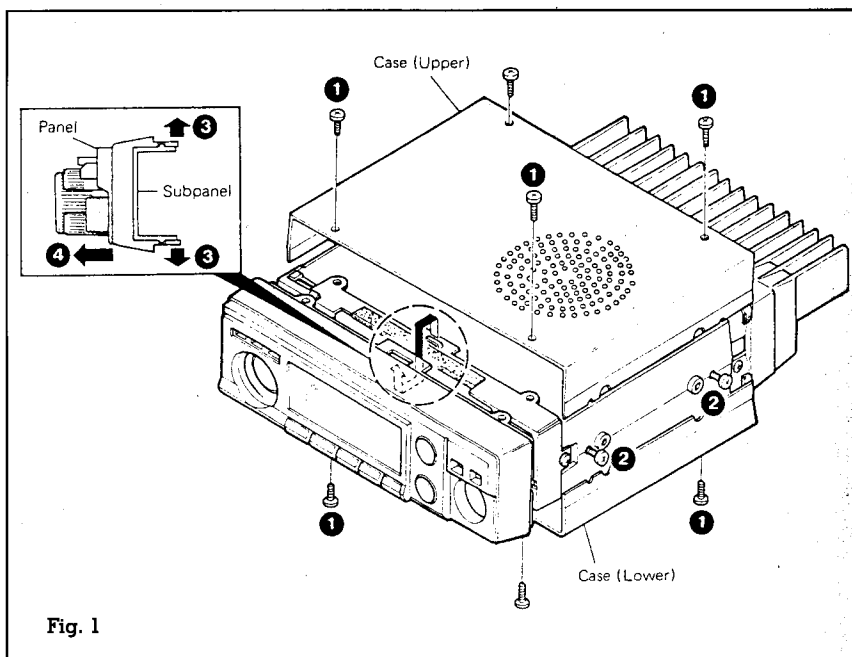

Fig. 1
Molto facilmente la batteria di backup al litio è esaurita (o potrà esaurirsi). Disassembliamo il frontale in modo da raggiungerla e sostituirla. Chi vorrà potrà eseguire un **allargamento di banda in ricezione**, visto che le piazzole di programmazione del μ pro si trovano sulla stessa scheda. Con il cacciavite a croce e le fig. 1 e 2 procediamo: rimuoviamo le 8 viti (1) dai pannelli superiori ed inferiori, allentiamo le 4